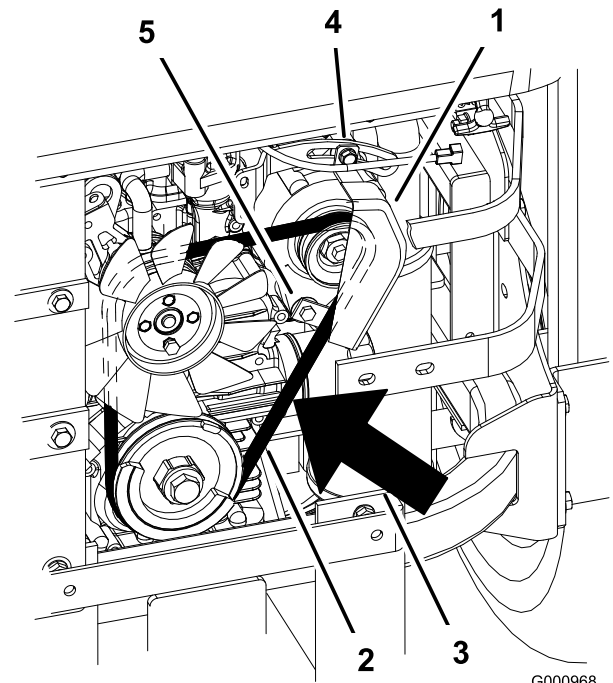

Figura 72
2. Ajuste el alternador hacia fuera hasta que quede una desviación de 7 a 11 mm en la correa entre el motor y las poleas del alternador con una fuerza de 10 kgf (Figura 72).
5. Si la desviación es correcta, apriete los pernos inferior y superior (Figura 72).